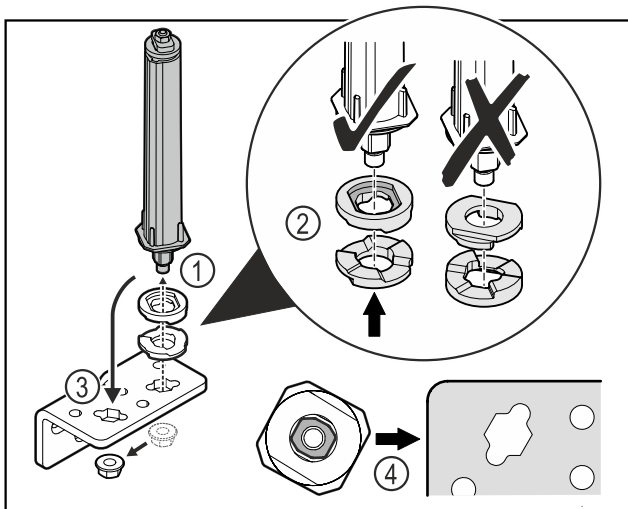

Fig. 40
- ▶ Oldja ki az anyát, és távolítsa el az ajtózáro rendszert Fig. 40 (1).
- ▶ Ügyeljen a magasságállító alátétek helyes beigazítására Fig. 40 (2).
- ▶ Helyezze át az ajtózáro rendszert a zsanéridombban, és rögzítse az anyával Fig. 40 (3).
- ▶ Behelyezéskor ügyeljen az ajtózáro rendszer helyes beigazítására Fig. 40 (4).